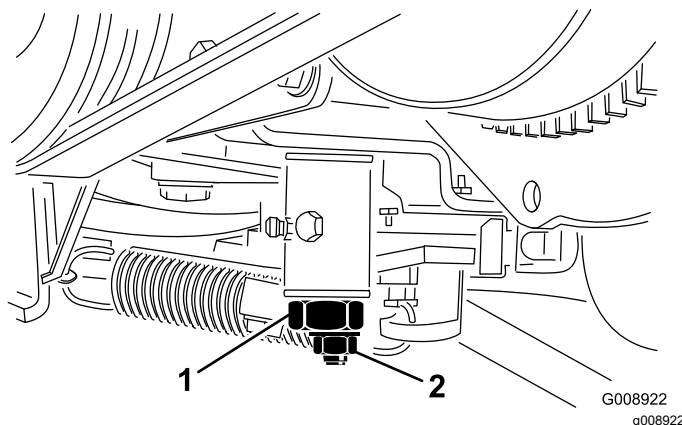

Рисунок 56
4. Ослабьте контргайку на кулачке регулировки тяги (Рисунок 56).